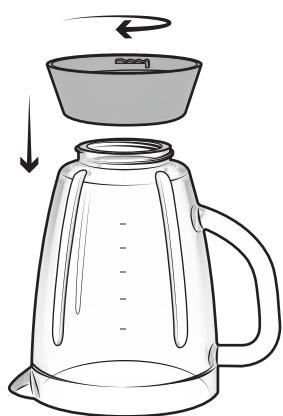

Fig. 1
4. Tenendo il manico della caraffa, capovolgere il contenitore su una superficie piana, collocare la base della caraffa sulla parte inferiore e fissare la base ruotandola in senso orario fino a che non è serrata (cfr. Fig. 1).